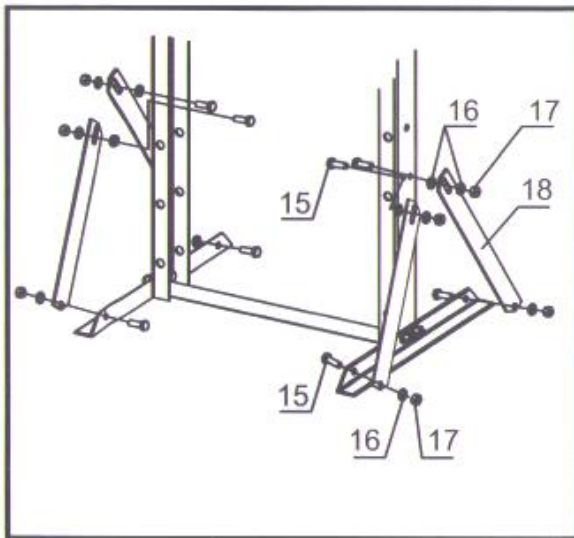

Рис. 3
4. Закрепите боковые растяжки (18) на стойках рамы и опорных уголках болтами (15), с шайбами (16) и гайками (17). См. рис. 3.